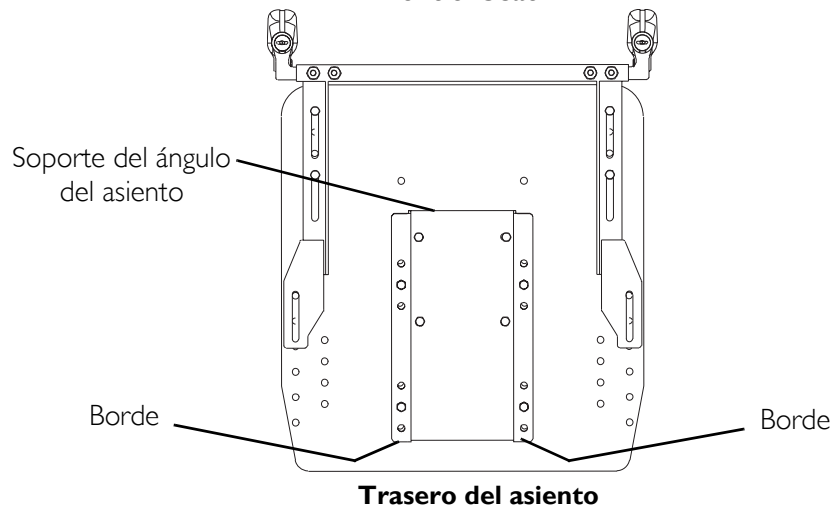

ILUSTRACIÓN 7.7 Montaje del soporte del ángulo del asiento para obtener una inclinación de 5°
3. Alinee los orificios de montaje del soporte del ángulo del asiento con los orificios de montaje de la base del asiento (Detalle "A" de la ILUSTRACIÓN 7.7).
4. Sujete el soporte del ángulo del asiento a la base con los cuatro tornillos de montaje de 3 cm y arandelas del kit de soporte del ángulo del asiento (Detalle "A" de la ILUSTRACIÓN 7.7).
5. Decida cuáles son los orificios de montaje correctos de los bordes del soporte del ángulo del asiento que proporcionarán la postura adecuada (Detalle "C" de la ILUSTRACIÓN 7.7).